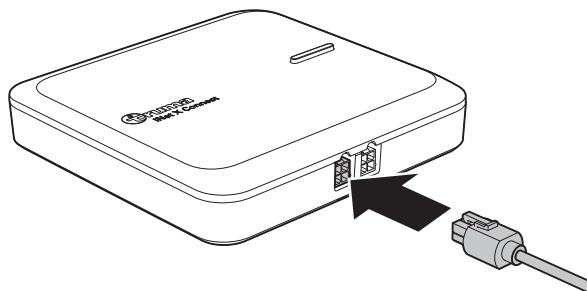

Abb. 18
- Den anderen Stecker des Kabels am CAN1-Anschluss des Connects einstecken (Abb. 18). Wenn das Panel eingeschaltet und mit dem Connect verbunden ist, blinkt die LED-Taste nach wenigen Sekunden weiß.